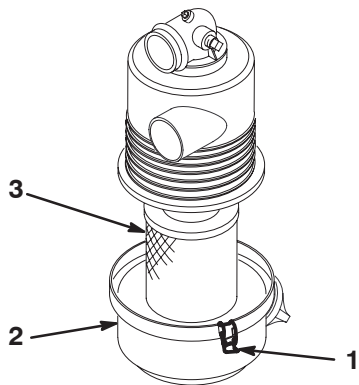

Figure 29
3. Desserrez les fixations qui maintiennent le couvercle sur le corps du filtre à air. Ôtez le couvercle du corps et nettoyez l'intérieur du couvercle (Fig. 29).
4. Sortez l'élément filtrant du corps du filtre avec précaution pour ne pas déloger trop de poussière (Fig. 29). Évitez de cogner l'élément contre les parois du filtre.